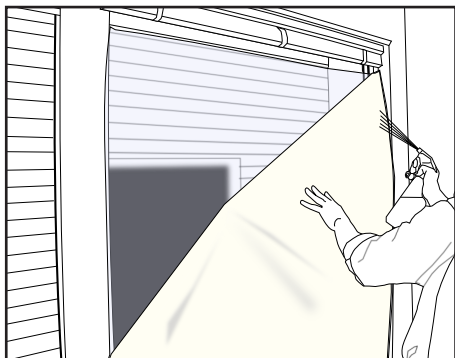

Figure 20
- › Retirer la totalité du liner de protection tout en humidifiant la face adhésive avec la solution HEXISGEL. (FIG. 20)